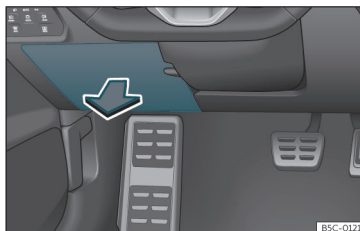

Fig. 51 Sul cruscotto, lato del conducente: coperchio della scatola dei fusibili.
- *Aprire*: abbassare la copertura >>> **fig. 51**.